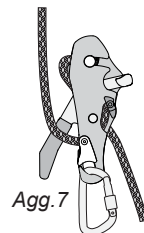

Abb. 7
**Reduzierte Reibung** - Das Prism ist leicht einstellbar und kann verwendet werden für: Aufstieg, Seil Ein- und Ausführung oder unter Teillast, wie beim Überqueren einer horizontalen Fläche zu einer Kante vor dem Abseilen. Führen Sie das Seil wie abgebildet herum und zurück. (Abb. 7). Achtung: Dies erzeugt, unter voller Suspension, einen schnellen Abstieg.